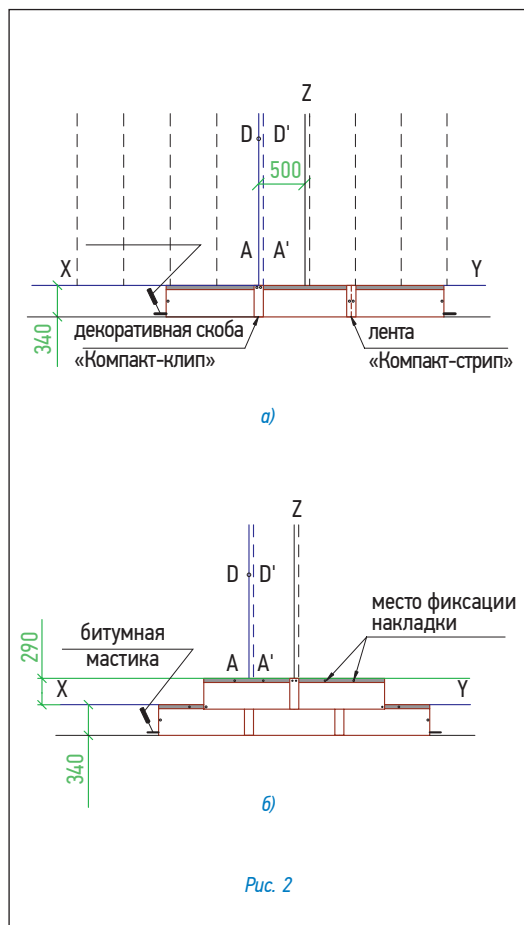

Рис. 2
Укладка материала (рис. 2)
- укладка черепицы начинается от линии AD, при этом ее верхний край выравнивается по линии XY (рис. 2а);
- листы первого ряда укладываются встык и фиксируются двумя гвоздями по центру коротких сторон на расстоянии 2 см от края (рис. 2а);
- правая сторона скобы «Компакт-клип» выравнивается по линии A'D' и фиксируется двумя гвоздями через специальные отверстия (рис. 2а);
- листы второго ряда черепицы укладываются от линии Z, их нижний край выравнивается по линии, параллельной XY; каждый лист фиксируется двумя гвоздями в 2,5 см от нижней стороны; стыки закрываются декоративными скобами «Компакт-клип», которые также фиксируются двумя гвоздями (рис. 2б);